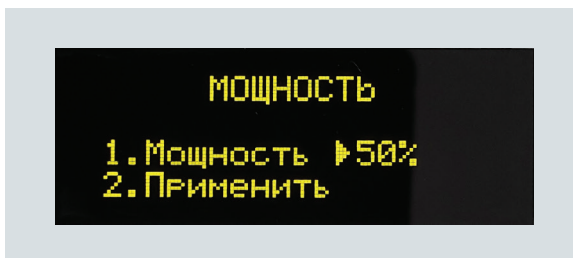

Рисунок 6 – Меню настройки мощности изделия
1.3.2.5. Мощность (рисунок 6).